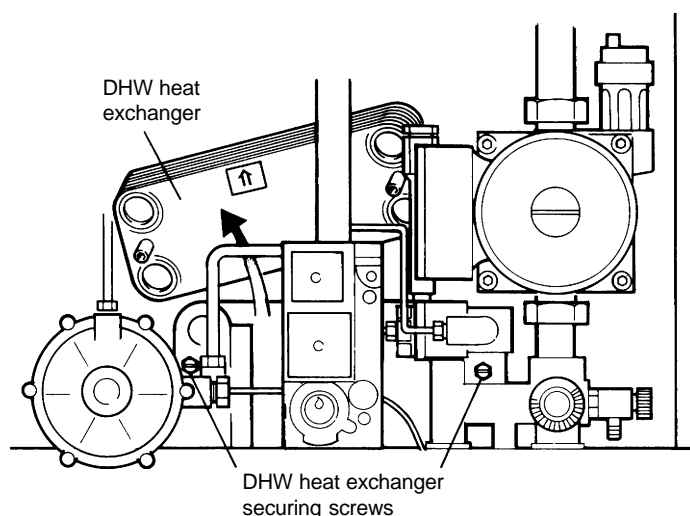

Fig. 31
8.27 DHW HEAT EXCHANGER - Refer to Fig. 31